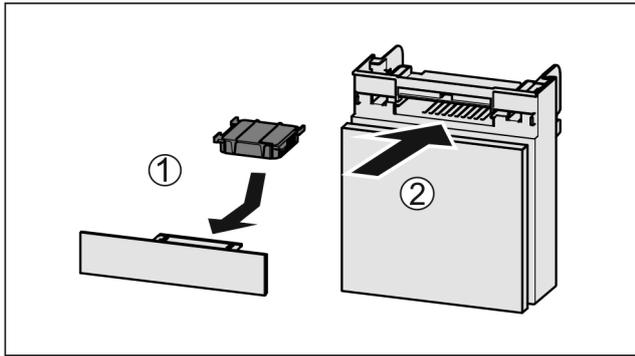

Fig. 172
- ▶ Вставити фільтр з активованого вугілля за малюнком Fig. 172 (1).
- ▶ Вставити відділення Fig. 172 (2).